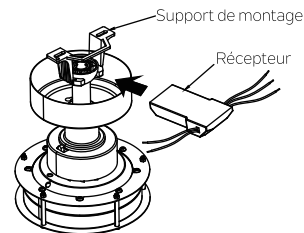

Fig. 12
Étape 1. Insérez le récepteur dans le support de montage que vous maintenez à plat avec le support du plafond. (Fig. 12)